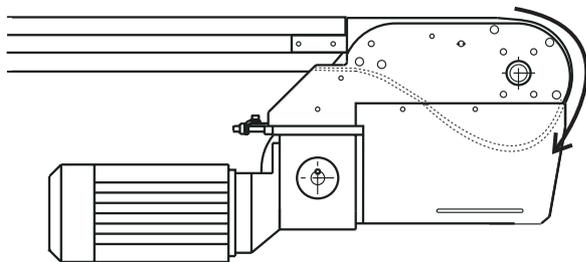

Рис. 1 Цепь транспортера во время работы должна образовывать небольшую петлю.
- На секции ленты для монтажного узла со съемными направляющими (рис. 1).